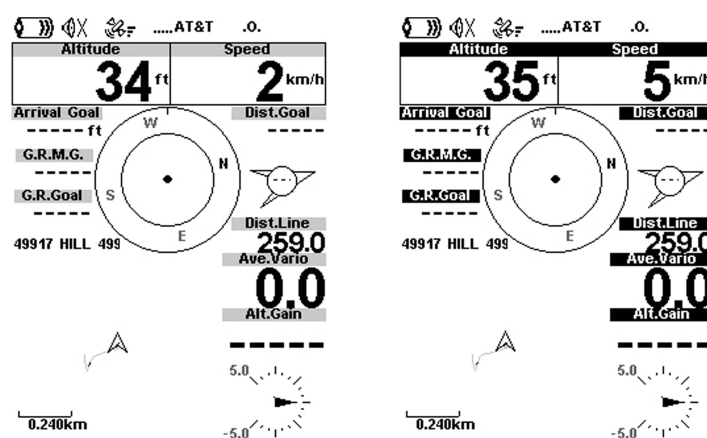

FIGURE 4.32 – Inverser les titres
*Inverse titres* (inverser les titres) permet à l'utilisateur de changer le fond des titres, comme illustré sur la Figure 4.32.